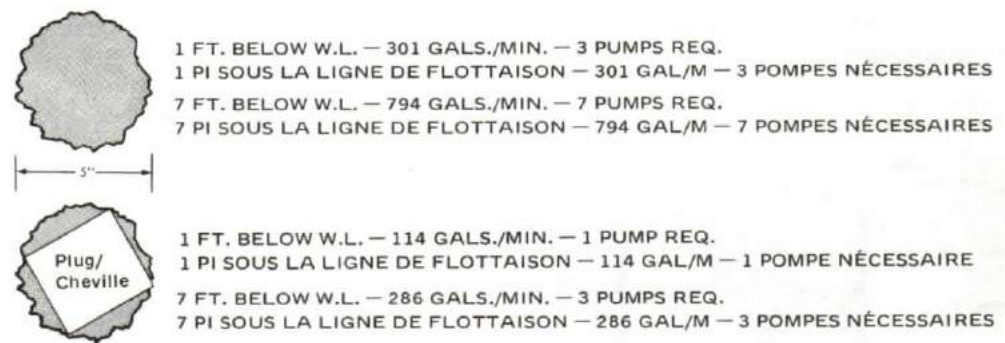

Figure 8-27
4. An example of the amount of water a partially plugged hole will admit by comparison with an unplugged hole is shown in Figure 8-27.
4. La figure 8-27 donne un exemple de la quantité d'eau qu'un trou partiellement obturé laissera passer en comparaison d'un trou non obturé.